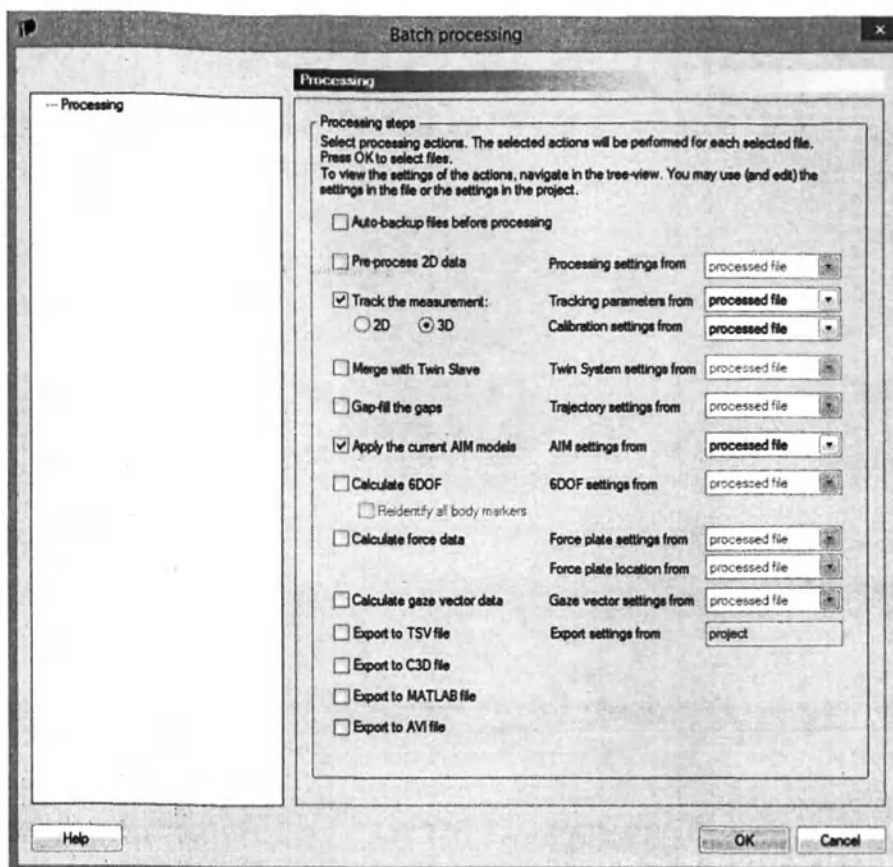

Рис. 81 Диалоговое окно Batch processing (Обработка группы).
1. Кликните Batch process (Процесс группировки) в меню File (Файл) для того, чтобы открыть диалоговое окно Batch processing (Обработка группы) (Рис. 81).